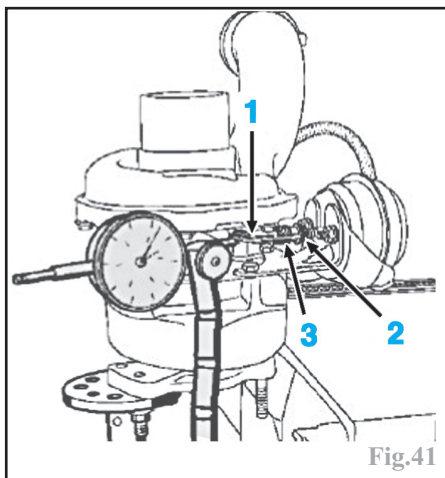

Fig.41
Il est possible d'intervenir sur le réglage de la longueur de la tige de la soupape de régulation de la pression de suralimentation (1) (Fig.41).
Desserrer le contre-écrou (2) (Fig.41).
Visser la molette (3) pour augmenter la pression de calibrage (Fig.41).